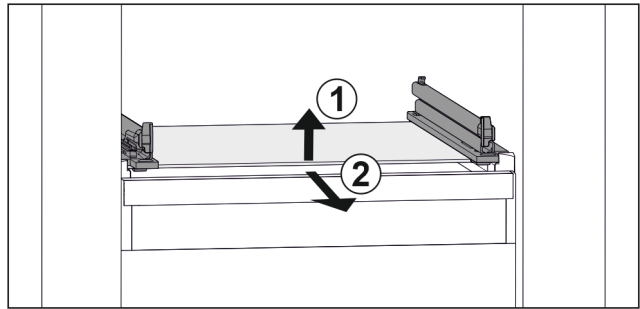

Fig. 106 Rappresentazione esemplificativa del ripiano in vetro
- ▶ Sollevare il ripiano in vetro dal davanti. Fig. 106 (1)
- ▶ Rimuovere il ripiano in vetro tirando in avanti. Fig. 106 (2)